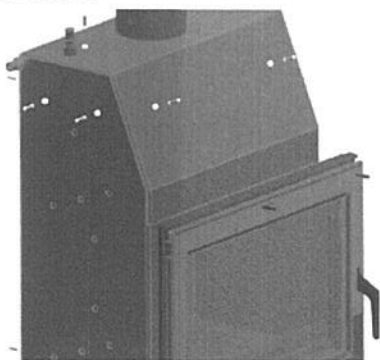

FIG. 4
1. Em primeiro lugar, coloque os bujões nas porcas previstas na caixa metálica. **fig.4**